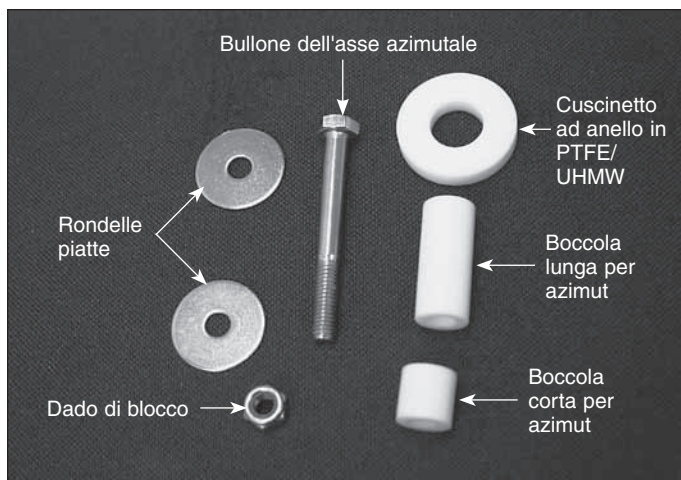

Figura 4. Durante lo smontaggio delle piastre base superiore e inferiore vengono rimossi i componenti illustrati.
inferiore, dovrebbero essere visibili tre parti in plastica bianche: una boccia corta per l'azimut, una boccia lunga per l'azimut e un cuscinetto ad anello piatto in PTFE/UHMW (Figura 4). Se le boccie sono rimaste incastrate nel foro centrale della piastra base, usare un dito per spingerle fuori dal buco. Riporre temporaneamente la piastra inferiore con le relative parti, mentre si installa la staffa ad L di arresto verticale sulla piastra base superiore.
- Tenere presente che la boccia lunga in nylon per l'azimut e il cuscinetto ad anello in PTFE/UHMW rimossi durante lo smontaggio della piastra base (**Figura 4**) non sono necessari per il modello IntelliScope (n. 27126). Questi componenti sono usati solo con il modello non IntelliScope del telescopio StarBlast 6 (n. 9926).*